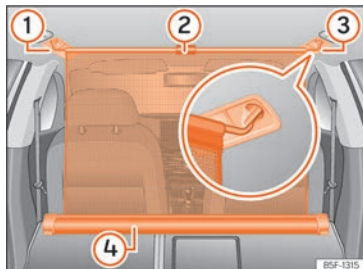

Fig. 142 Dans le coffre à bagages : filet de séparation attaché avec le dossier de la banquette arrière rabattu.
- Tirez la languette »» fig. 142 ② vers le haut pour sortir le filet de la structure »» fig. 142 ④.
- Attachez le filet de séparation au côté droit ou gauche »» fig. 142 ③ (image élargie).
- Attachez le filet de séparation dans le logement de l'autre côté »» fig. 142 ① en étirant la tringle.
Le filet de séparation est monté correctement lorsque les extrémités en forme de T sont fermement attachées dans les logements correspondants »» fig. 142 ③ et ①.
- Enroulez le filet dans le boîtier »» fig. 142 ④ en la déposant manuellement.